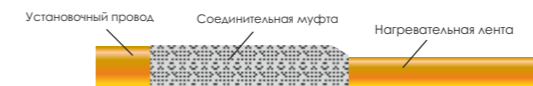

Рисунок 7
3.1.7 На полученное соединение надвинуть оставшуюся термоусадочную трубку DSG 12/3, 120 мм и произвести её усадку с помощью фена горячим воздухом (см. рис.7). Окончательный вид соединительной муфты (см. рис. 7).